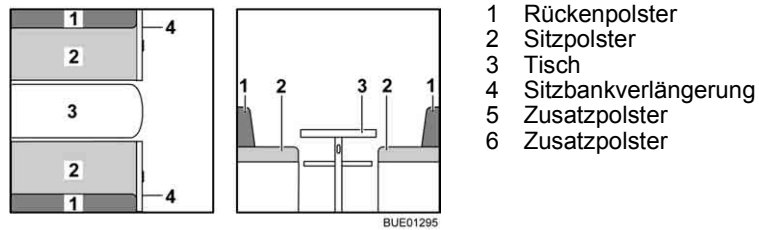

Bild 118 Vor dem Umbau
- Tisch (Bild 118,3) vergrößern und zum Bettunterbau umbauen (siehe Abschnitt 6.10).